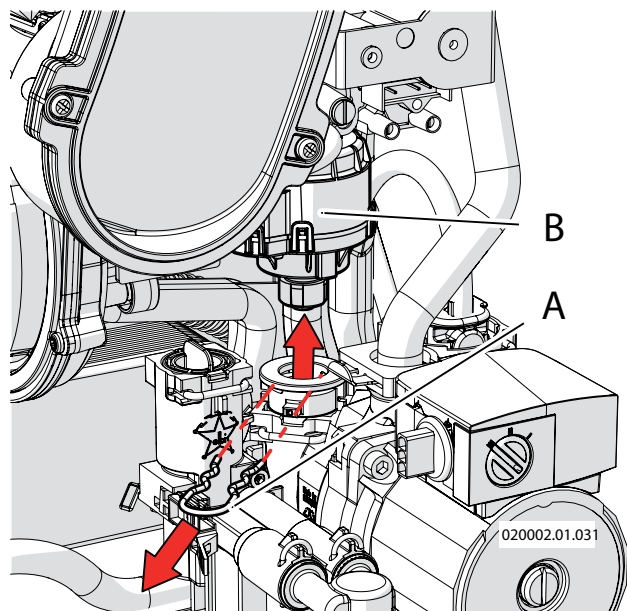

Figura 8-11 - smontaggio servomotore
Procedere come di seguito facendo riferimento alla figura 8-11:
- 3.- sfilare verso l'esterno la forcella di tenuta "A" di figura 8-11
- 4.- estrarre verso l'alto il servomotore "B" di figura 8-11